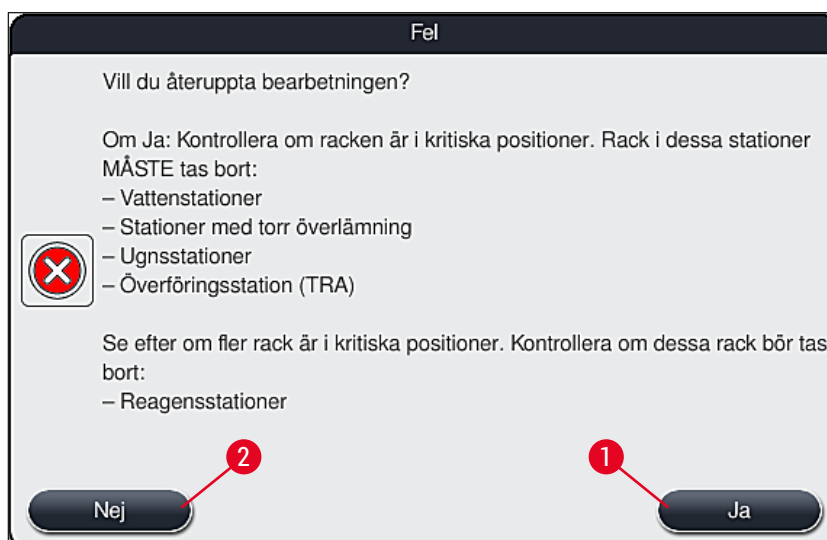

Bild 110
4. Därefter kan användaren välja att återuppta infärgningsprocessen (→ Sida 133 – 8.2.2 Återuppta infärgningsprocessen efter ett strömavbrott) eller avbryta den (→ Sida 134 – 8.2.3 Avbryta alla infärgningsprocesser vid ett strömavbrott) (→ "Bild 110").
2. Avlägsna kritiska rack från instrumentet enligt instruktionerna i det tidigare informationsmeddelandet (→ "Bild 110") och bekräfta borttagningen genom att trycka på motsvarande station (→ "Bild 111-1") på skärmen.
Du kan ångra avbrottet av infärgningen och återgå till den tidigare urvalsmenyn (→ "Bild 110") genom att trycka på knappen **Avbryt** (→ "Bild 112-2").